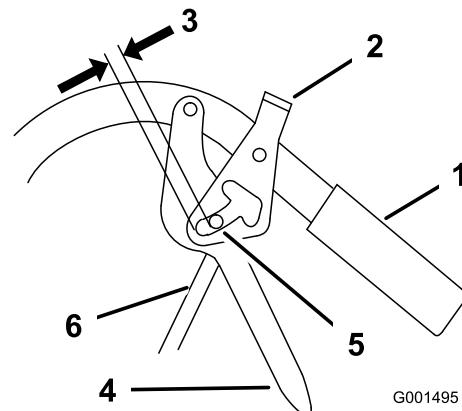

Figure 36
2. Ajustez la longueur de la tige de commande en vissant ou dévissant la tige pour obtenir un écartement de 5 à 6 mm (3/16 à 1/4") entre la tige et le bas du verrou de point mort/frein de stationnement (Figure 36).
3. Montez la tige de commande sur le levier de déplacement et le verrou de point mort/frein de stationnement. Fixez la tige avec un axe de chape et une goupille fendue (Figure 36).